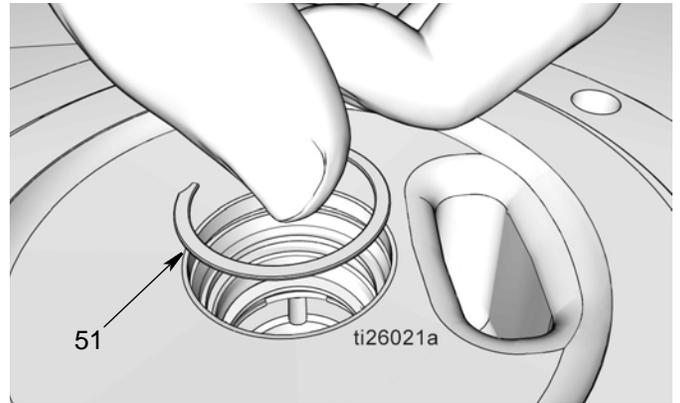

图 33
- f. 安装固定夹 (51) (图 33)。当固定夹正确就位到沟槽上时应听到 “ 咔哒 ” 一声。